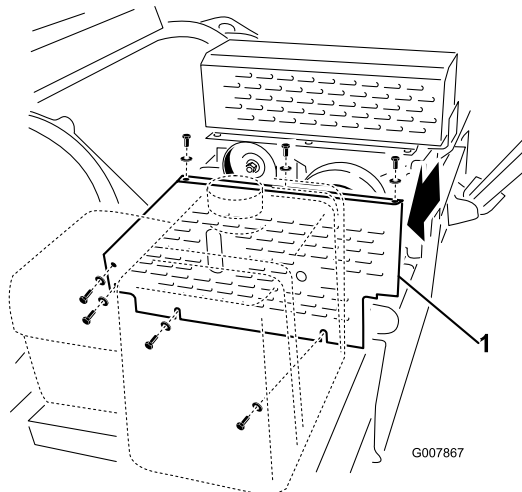

Bild 54
1. Entfernen Sie die Riemenabdeckung (Bild 54).
2. Lockern Sie die Mutter an der Spannscheibe (Bild 54).
3. Schieben Sie das Riemen Spannungswerkzeug zwischen den Bolzen und die Spannscheibe (Bild 54). Positionieren Sie den Radius im oberen Teil des Werkzeugs unter den Bolzen und senken Sie die Unterseite des Werkzeugs auf die Spannscheibe ab.
4. Stecken Sie einen 1/2-Zoll-Schraubenschlüssel in das Loch im Riemen Spannungswerkzeug (Bild 54).
5. Drehen Sie das Werkzeug nach links, bis Sie einen Anzug von 5,7 Nm erreicht haben. Halten Sie den Anzug und ziehen Sie die Spannscheibenmutter fest (Bild 54).